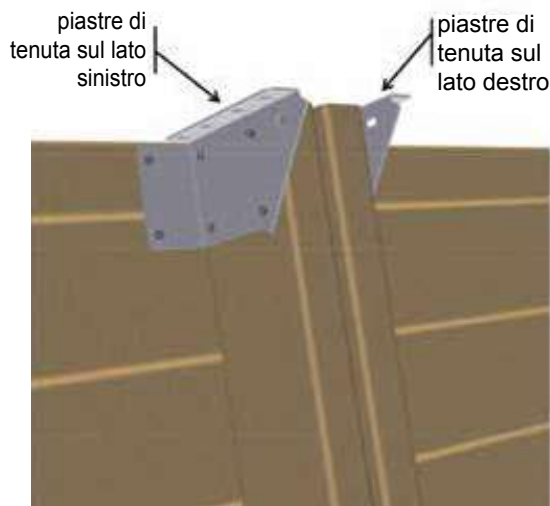

Figura 19 – Posizionamento delle piastre di tenuta nella parte superiore dei pali di fondazione
- Nella parte superiore dei pali di fondazione, posizionare otto piastre di tenuta «lato destro» e otto piastre di tenuta «lato sinistro» del kit «Elementi di fissaggio» secondo la **Figura 19**. Utilizzare 6 viti torx 6 × 20 in acciaio inox A2 (sacchetto G) per piastre di tenuta, per un totale di 96 viti,